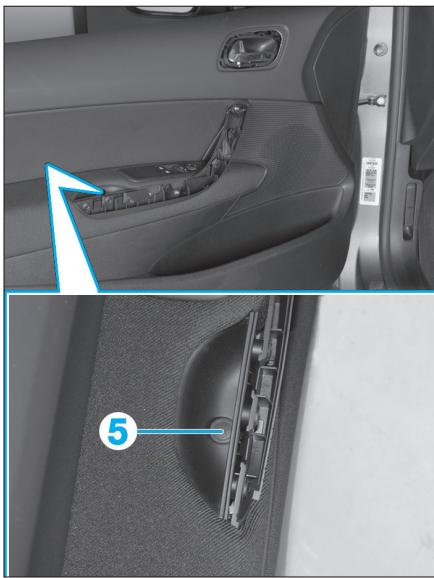

Fig. 49
- A l'aide d'un tournevis fin, déposer le cache-vis (5) (Fig.49).